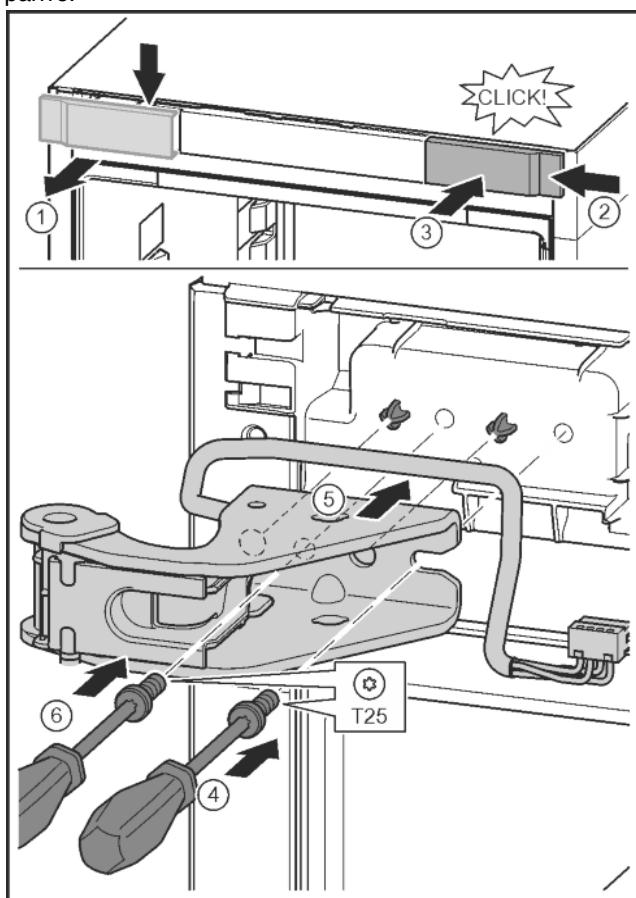

Fig. 33
- Развийте капака и го свалете настрани. Fig. 33 (1)
- Закачете капака, завъртян на 180°, от другата страна отдясно. Fig. 33 (2)
- Фиксирайте капака. Fig. 33 (3)
- С отвертка T25 поставете винта. Fig. 33 (4)
- Поставете горната лагерна стойка. Fig. 33 (5)
- Затегнете винта. Fig. 33 (4)
- С отвертка T25 поставете винта и го затегнете. Fig. 33 (6)